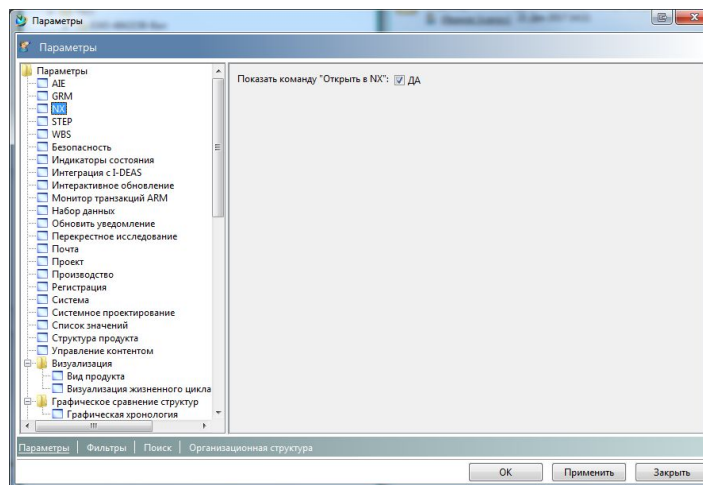

Рис. 28
2. Во вкладке **Параметры** выбрать **NX**, в открывшемся окне поставить галочку **Открыть в NX** (Рис.28)